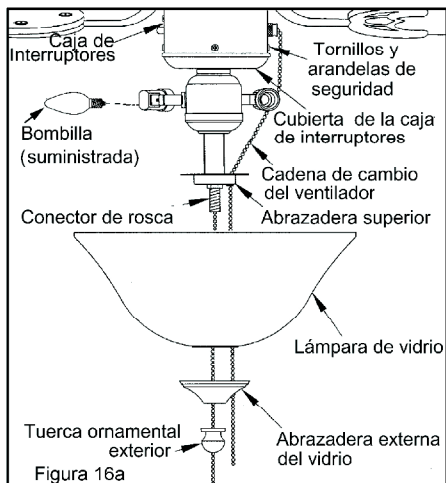

Figura 16a
7. Pase la cadena del interruptor del ventilador a través de la hendidura de la abrazadera superior (Figura 16a).
9. Coloque la lámpara de vidrio sobre el conector de rosca y sienta la lámpara de vidrio sobre la abrazadera superior. Pase la cadena del interruptor del ventilador a través del eje de la abrazadera externa del vidrio y enrosque la tuerca ornamental exterior de la lámpara de vidrio (Figura 16a).